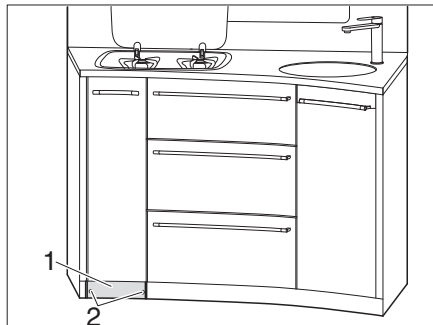

Fig. 125 Svitare lo zoccolo
- Svitare le 2 viti (Fig. 125,2) dello zoccolo (Fig. 125,1).
- Togliere lo zoccolo (Fig. 125,1).